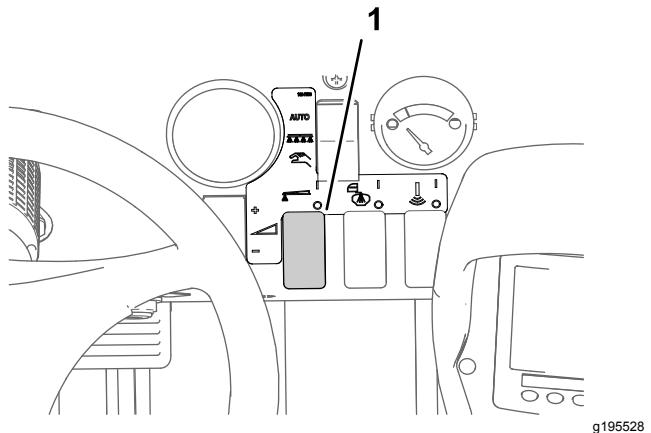

Figura 44
- Utilice el interruptor de caudal para obtener la presión de fumigación deseada, según lo indicado en la Guía de selección de boquillas proporcionada con el fumigador (Figura 44).